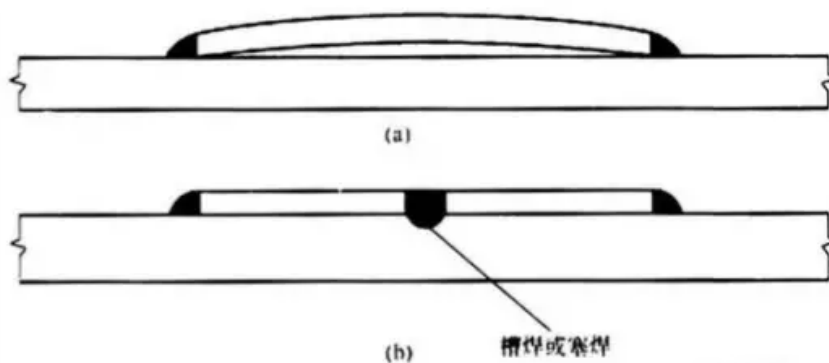

图8 采用塞焊或槽焊方法定位加强板示意
1. 焊接加强板经常被焊接到钢板（基板）的表面，加强板外边缘的角焊缝容易使加强板的中心部位翘起，离开钢板表面并产生角变形，如图8(a)所示。这种现象会增加机加工和车削加工的难度，应如何解决这个问题？
解决的方法是在加强板中间部位采用塞焊或槽焊，将加强板表面与基板表面贴紧，消除变形以利于进行机械加工。采用塞焊或槽焊方法定位加强板示意如图8(b)所示。